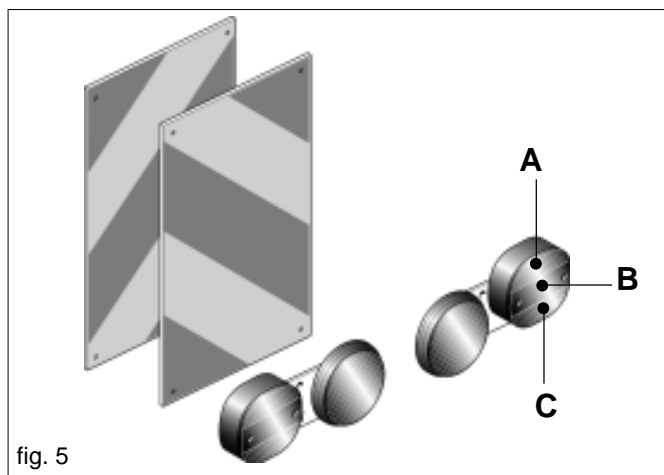

fig. 5
- 35) Lorsque les encombrements constitués par des équipements conduits ou semiconduits cachent la visibilité des dispositifs de signalisation et d'éclairage du tracteur, ceux-ci doivent être reproduits de façon adéquate sur les équipements, en respectant les normes du code de la route du pays en question. S'assurer que l'installation des phares fonctionne parfaitement lors de l'utilisation. On rappelle en outre que la séquence de signalisation correcte des feux prévaut (Fig. 5):